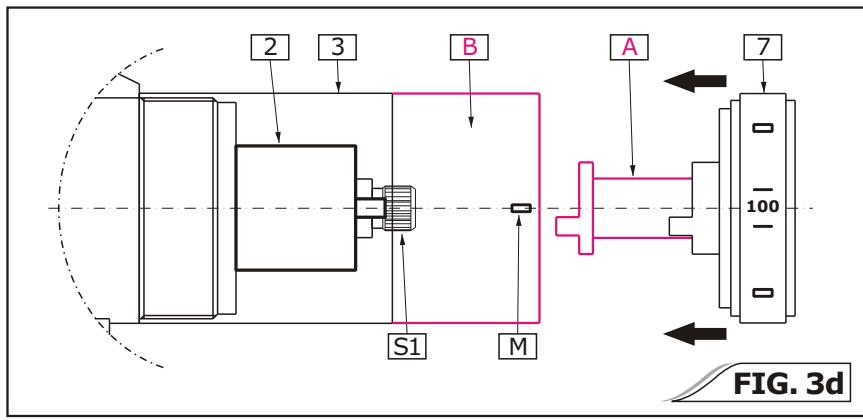

FIG. 3d
- 8) See fig. 3D: insert the temperature scale dial (7) with stem extension (A) onto spline (S1) of valve stem aligning „100” setting on the dial (7) with the same axis of the marker (M) sign: „□”.
- 9) Secure the dial (7) with the screw (C) from the extension kit with the washer (8). Do not fasten the screw (C) too hard. Check if the dial (7) turns properly.
- 10) Fasten the spline adapter (10) to the dial (7) using the screws (11).
- 12) After building up the wall put on the valve the cover plate and secure it to the valve body with extended screws (D) from the extension kit.
- 8) Vea fig. 3D: colocar la escala (7) con la extensión (A) en la polichaveta (S1) del vástago de la válvula, así que la cifra „100” en la escala (7) esté en el mismo eje que el marcador (M) marcado „□”.
- 9) Fijar la escala (7) con el tornillo (C) del juego de extensión con la arandela (8). No fijar el tornillo (C) demasiado fuerte, verificar si la escala gira bien (7).
- 10) A la escala (7) fijar el conector (10) usando los tornillos (11).
- 12) Despues de hacer el tabique de acabado colocar sobre la válvula el disco decorativo y fijarlo al cuerpo de la válvula con los tornillos extendidos (D) z del juego de extensión.